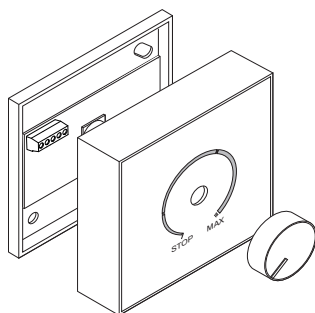

Fig. 1
2. Separare il dispositivo dalla piastra di montaggio (fig. 1).
1. Rimuovere il corpo pulsanti dalla piastra di montaggio (fig. 1).